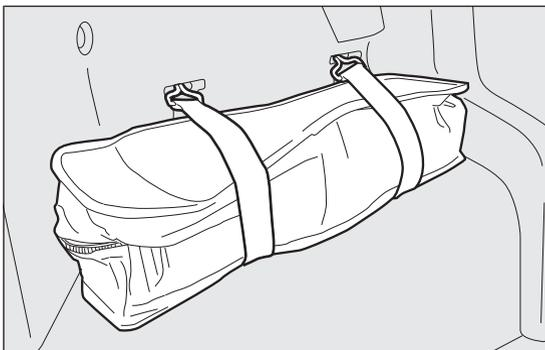

fig. 116
- abrir el maletero, retirar la bolsa de herramientas fig. 116 situada en el lado izquierdo del maletero soltando los elásticos de retención y poniéndola al lado de la rueda que se tiene que sustituir;